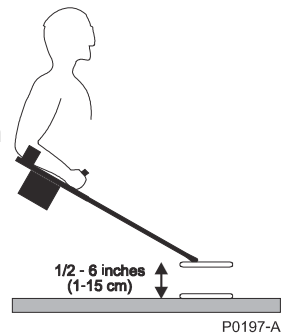

Figura 17 - Balance de Tierra
- i) Suba y baje el plato cerca de la superficie. De esta forma se ajustará el automáticamente el balance automático. Siga subiendo y bajando el plato hasta que no cambie el sonido (Figura 17)